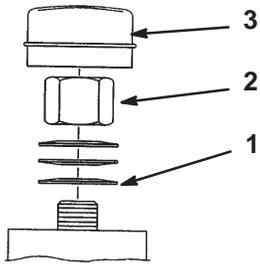

Figure 53
2. Retirez le capuchon anti-poussière de la roue et serrez le contre-écrou (Fig. 53).
3. Continuez de le serrer jusqu'à ce que les rondelles élastiques soient aplaties, puis desserrez-le de 1/4 de tour pour obtenir la précharge correcte des roulements (Fig. 53).
**Important** Veillez à installer les rondelles comme indiqué à la Figure 53.